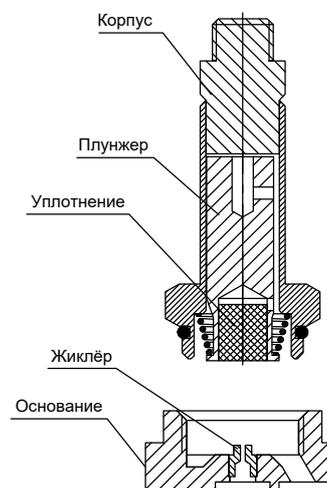

Рисунок 17
4. Если два предыдущих пункта не дали результат и кабина/платформа продолжает терять уровень, необходимо осмотреть уплотнение и жиклёр электромагнитного клапана спуска. Для их проверки необходимо разобрать электромагнитный клапан с помощью ключа 22 (см. рис. 17). При необходимости замените жиклёр и уплотнение, или клапан целиком.